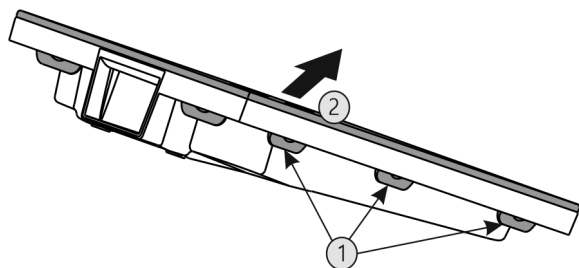

Fig. 48
- ▶ Alle lippen Fig. 48 (1) achtereenvolgens indrukken en de afdekking Fig. 48 (2) verwijderen.